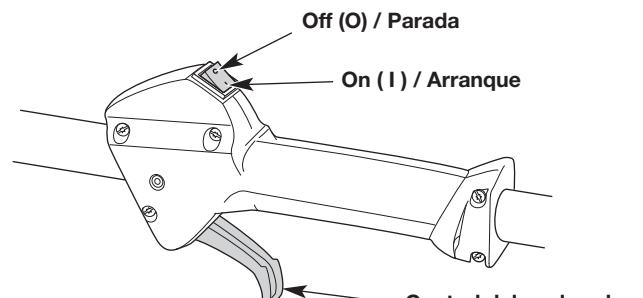

Fig. 4
NOTA: No es necesario encender la unidad. El interruptor de encendido/apagado está en la posición ON (I) (encendido) en todo momento (Fig. 4).
6. Apriete el control del acelerador (Fig. 4) y tire de la cuerda de arranque con un movimiento controlado y firme **5 veces** (Fig. 6).
2. Oprima y mantenga apretado el interruptor de encendido/apagado en la posición OFF (O) (apagado) hasta que el motor se pare por completo (Fig. 4).